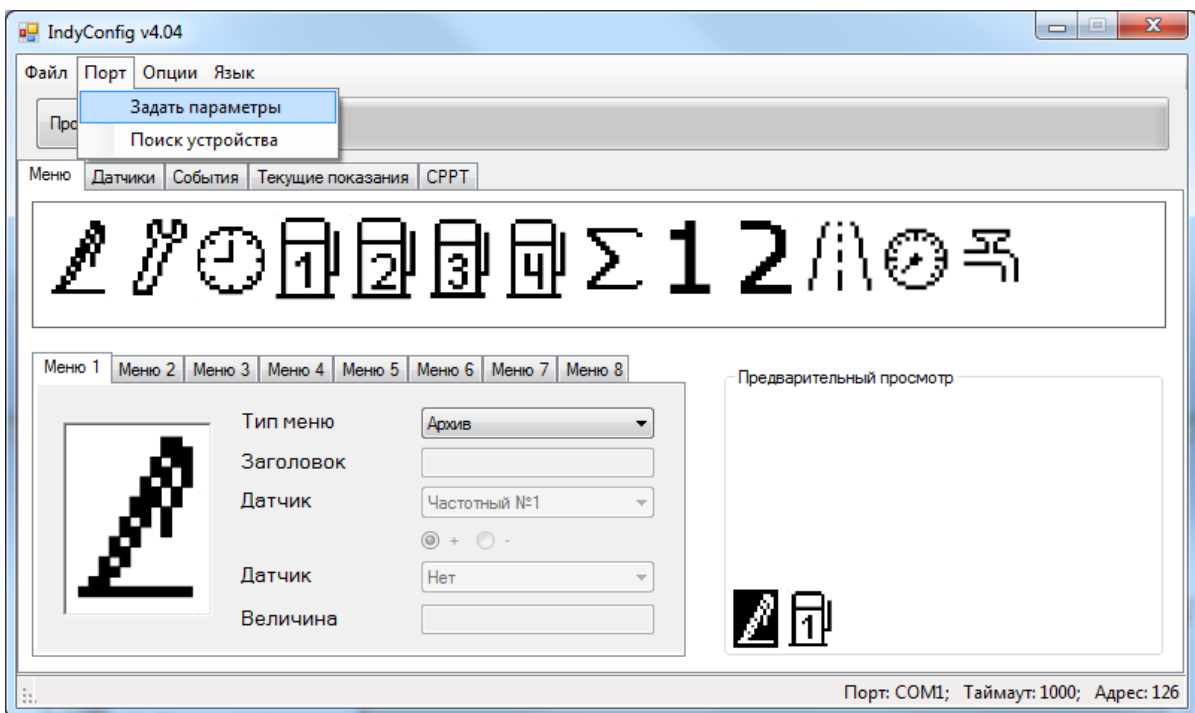

Рисунок 11 – Общий вид программы
3. Запустить программу IndyConfig. Выбрать порт подключения и указать ID устройства. Для этого необходимо в меню программы (рис. 11) выбрать пункт «Порт» - «Задать параметры».